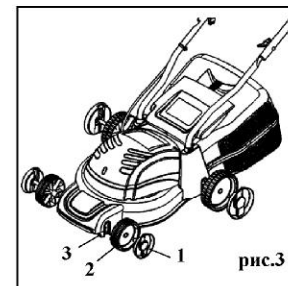

рис.3
5.2 Сборка и установка колёс (рис.3)